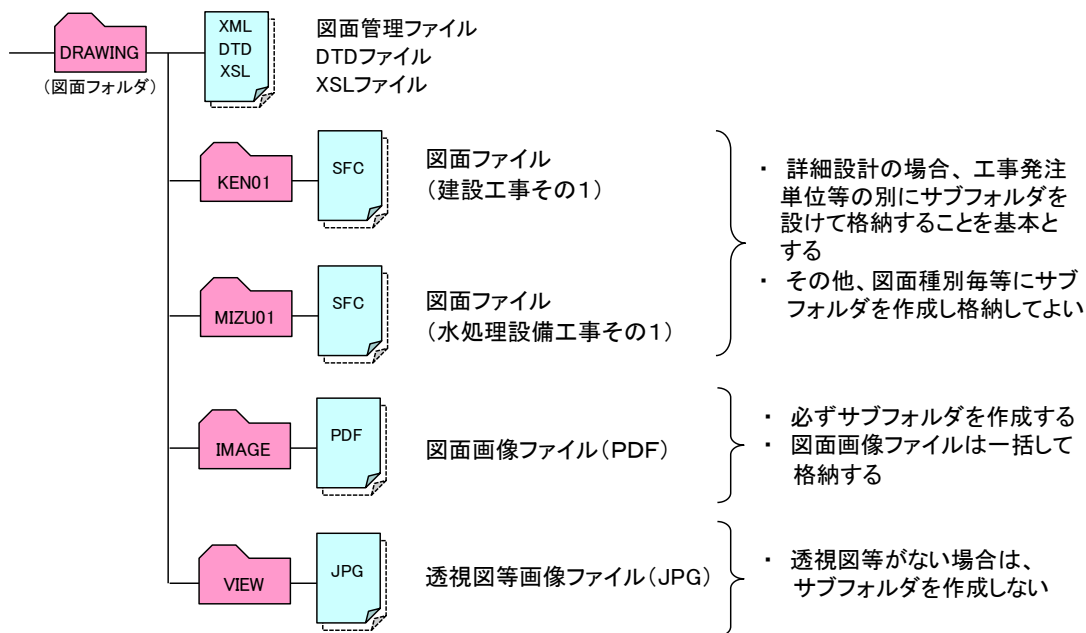

図 3-2 DRAWING 内のサブフォルダ構成例 (詳細設計の場合)
(1) 図面ファイルは、納品後の活用を考慮して、図面種別や施設、工事発注単位、業務区分などの別にサブフォルダを作成し格納する。詳細設計業務については、工事発注単位別にサブフォルダを作成し格納することを基本とする。サブフォルダの構成例を図 3-2 に示す